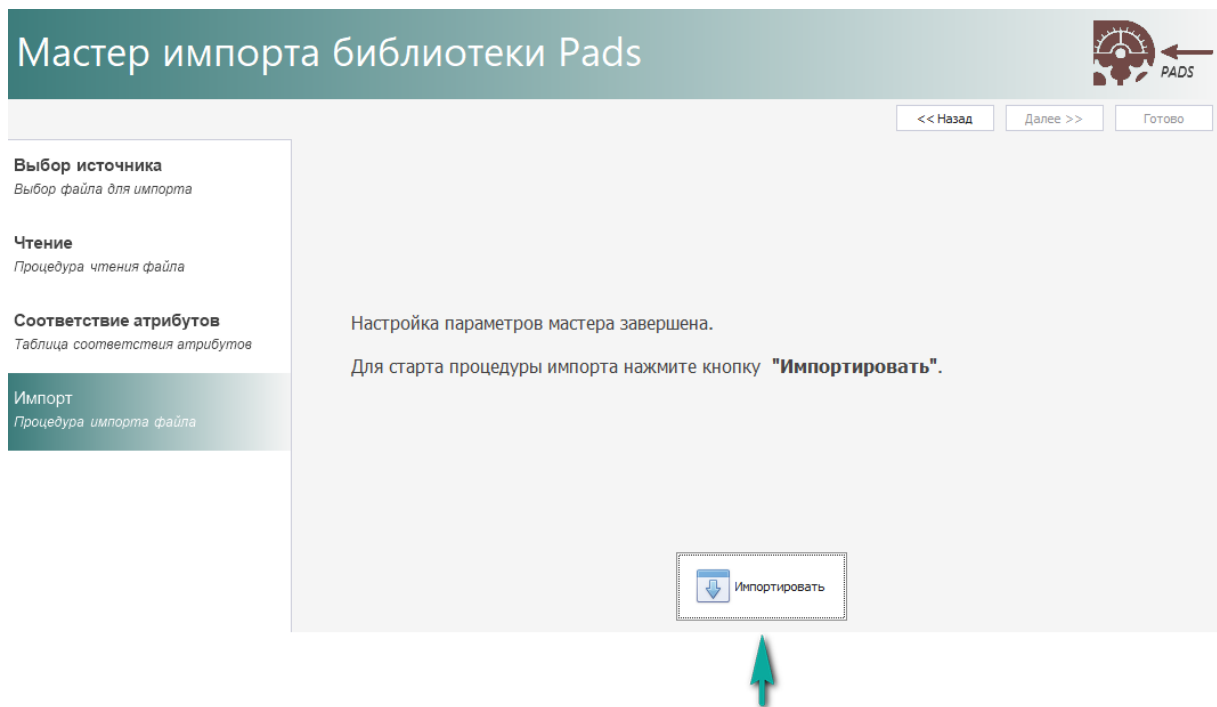

Рис. 9 Старт процедуры импорта
8. На завершающем этапе нажмите «Импортировать», см. Рис. 9.